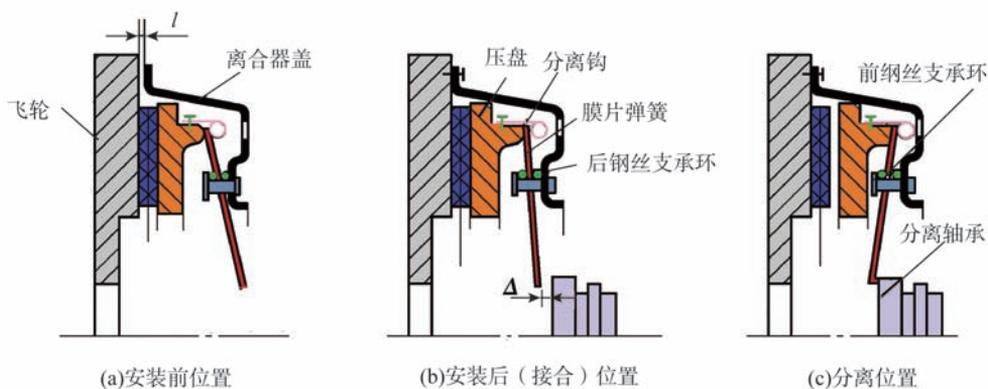

图 2-8 膜片弹簧式离合器的工作原理
(2) 工作原理。膜片弹簧式离合器的工作原理如图 2-8 所示。当离合器盖未安装到飞轮上时，膜片弹簧不受力而处于自由状态，此时离合器盖与飞轮之间有一距离 l ，如图 2-8 (a) 所示。
1) 接合状态。当离合器盖通过螺栓固定在飞轮上时，离合器盖靠向飞轮，消除距离 l ，后钢丝支撑环压紧膜片，使之发生弹性变形（锥角变小），此时膜片弹簧外端对压盘产生压紧力，使离合器处于接合状态，如图 2-8 (b) 所示。
2) 分离状态。当踩下离合器踏板时，分离轴承左移推动膜片弹簧，使膜片弹簧被压在前支撑环上，其径向截面以支撑环为支点转动（膜片弹簧呈反锥形），外圆周向后翘起，通过分离钩拉动压盘后移，使离合器分离，如图 2-8 (c) 所示。